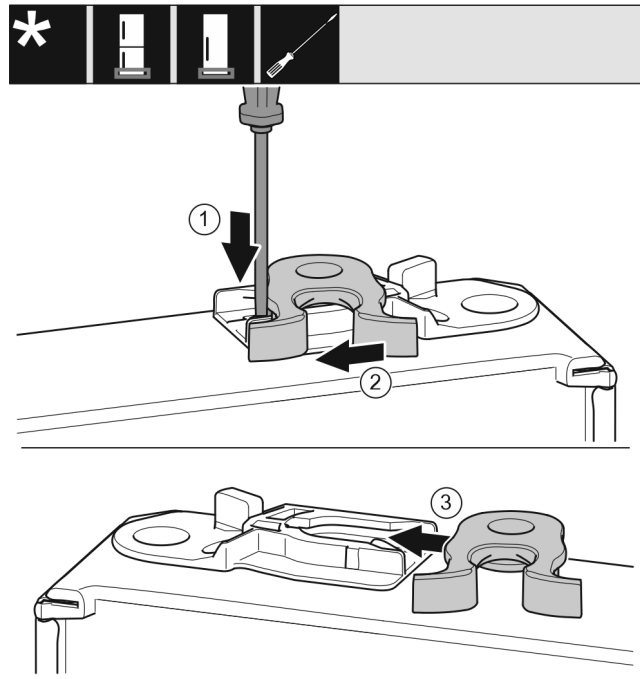

Fig. 22
- Lasche Fig. 22 (1) mit Schlitzschraubendreher nach unten drücken.
- Schließhaken Fig. 22 (2) aus Führung ziehen.
- Schließhaken Fig. 22 (3) auf anderer Seite in Führung schieben.